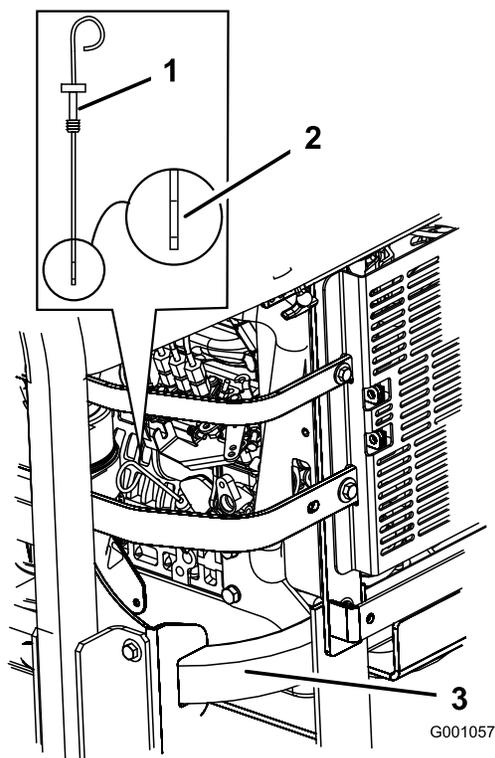

Figura 43
3. Limpe a zona em redor da vareta de óleo (Figura 43), para evitar que entre sujidade no orifício de enchimento e possíveis danos no motor.
4. Retire a vareta do óleo e limpe a extremidade metálica (Figura 43).
5. Volte a colocar a vareta no tubo de enchimento. Retire a vareta e verifique a extremidade metálica (Figura 43). Se o nível de óleo estiver baixo, verta lentamente apenas o óleo suficiente para que suba até à marca Full (cheio).